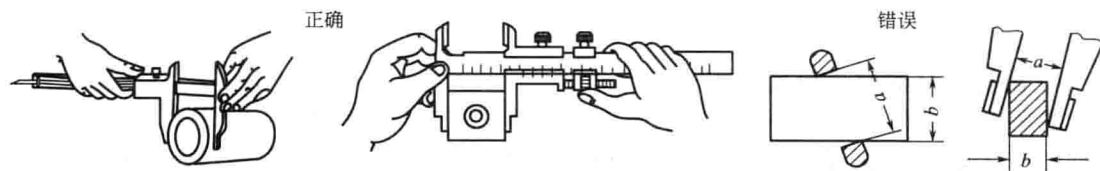

图 2-7 测量零件外部尺寸时正确与错误的位置
(1) 测量前应把卡尺揩干净, 检查卡尺的两个测量面和测量刃口是否平直无损, 把两个量爪紧密贴合时, 应无明显的间隙, 同时游标和主尺的零位刻线要相互对准。这个过程称为校对游标卡尺的零位。
(2) 移动尺框时, 活动要自如, 不应过松或过紧, 更不能有晃动现象。用固定螺钉固定尺框时, 卡尺的读数不应有所改变。在移动尺框时, 不要忘记松开固定螺钉, 亦不宜过松以免脱落。
(3) 当测量零件的外部尺寸时, 卡尺两测量面的连线应垂直于被测量表面, 不能歪斜。测量时, 可以轻轻摇动卡尺, 放正垂直位置, 如图 2-7 所示。否则, 量爪若在如图 2-7 所示的错误位置上, 将使测量结果 a 比实际尺寸 b 要大; 先把卡尺的活动量爪张开, 使量爪能自由地卡进工件, 把固定量爪贴靠在零件上, 然后移动尺框, 用轻微的压力使活动量爪接触零件。如卡尺带有微动装置, 此时可拧紧微动装置上的固定螺钉, 再转动调节螺母, 使量爪接触零件并读取尺寸。决不可把卡尺的两个量爪调节到接近甚至小于所测尺寸, 把卡尺强行的卡到零件上去。这样做会使量爪变形, 或使测量面过早磨损, 使卡尺失去应有的精度。